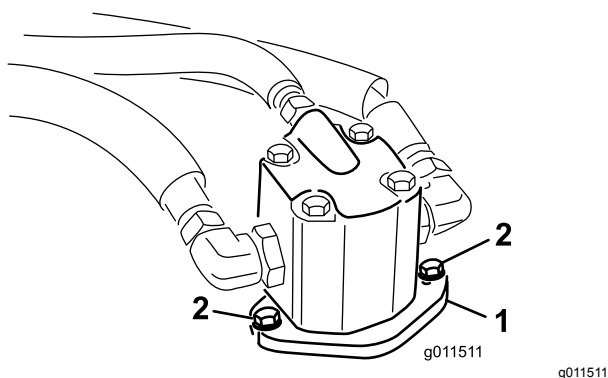

Figura 98
4. Retire los pernos que sujetan el motor hidráulico a la carcasa de corte (Figura 98).